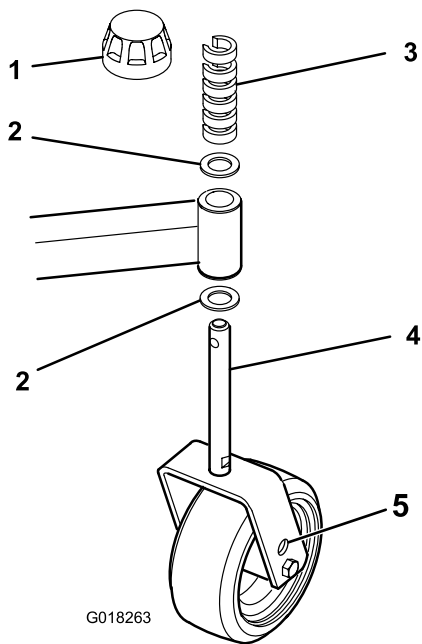

Figura 9
2. Coloque los ejes de las ruedas giratorias en el mismo taladro en todas las horquillas. Consulte Figura 7, Figura 8 y Figura 9 para saber cuáles son los taladros adecuados para esta configuración.
1. Retire el casquillo tensor del eje de la rueda (Figura 9).